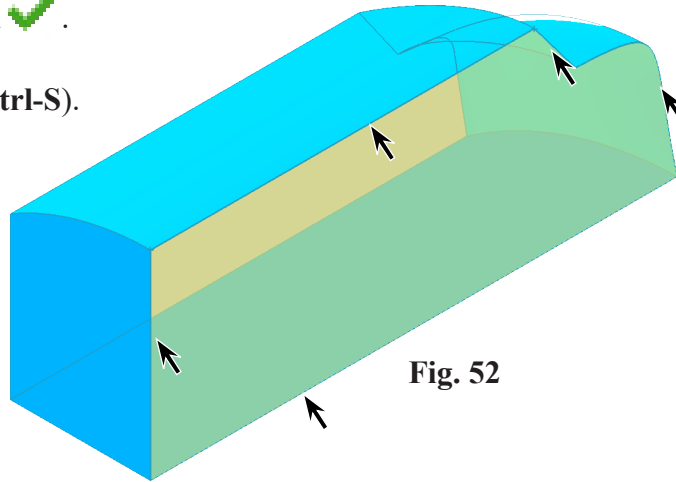

Fig. 52
click **each edge (5)**, **Fig. 52**